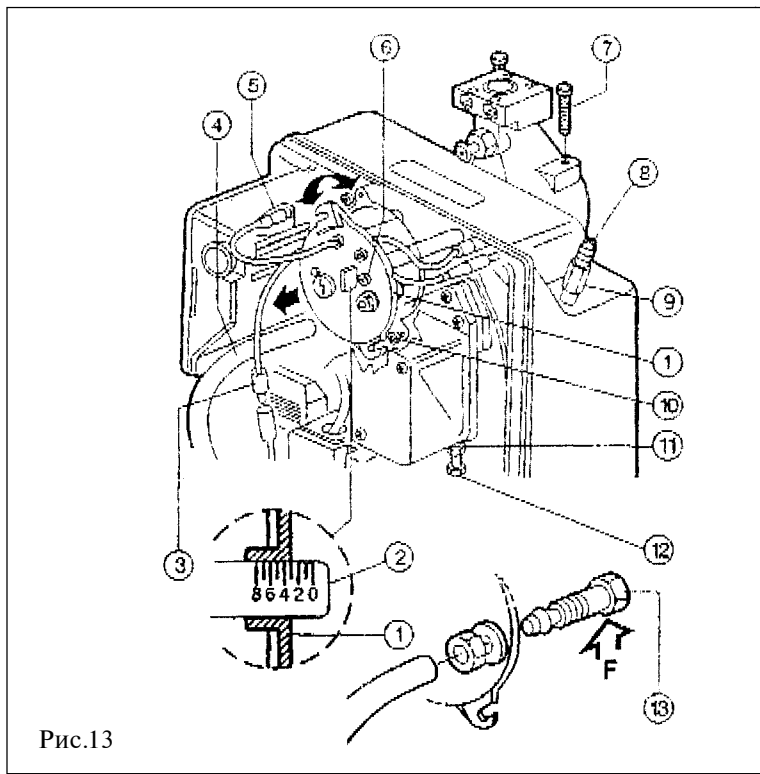
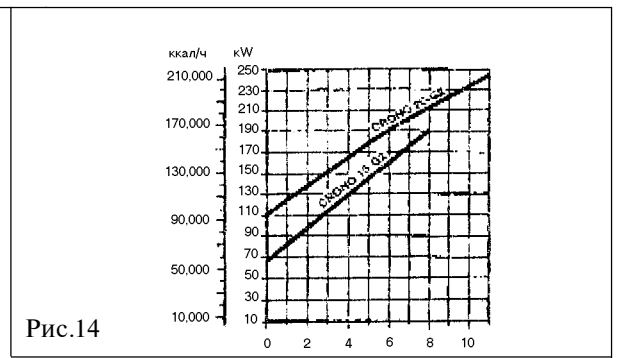

Рис.13
Рис.14
#### Регулировка головки камеры сгорания (Рис. 13)
Соответствующее число определить по графику (Рис. 14).
#### Снятие блока головки (Рис. 13)
Проверить давление в отверстиях (F), которое находится внутри на форсунке держателя (13) (Рис. 13).
На диаграмме (Рис. 14) показано значение регулирующей метки при установке горелки CRONO 15-G2 на котел мощностью 110 кВт. Указатель 3 должен совпадать с наружной поверхностью головки. Как указано на рис. 13.
Горелка будет приблизительно выдавать 110 кВт с учетом КПД 90%. На рис. 14 указывается, что для этой мощности регулирование должно находиться в указателе 3 регулирующего стержня 2 (Рис. 13).
#### Регулирование воздушной заслонки (Рис. 13)